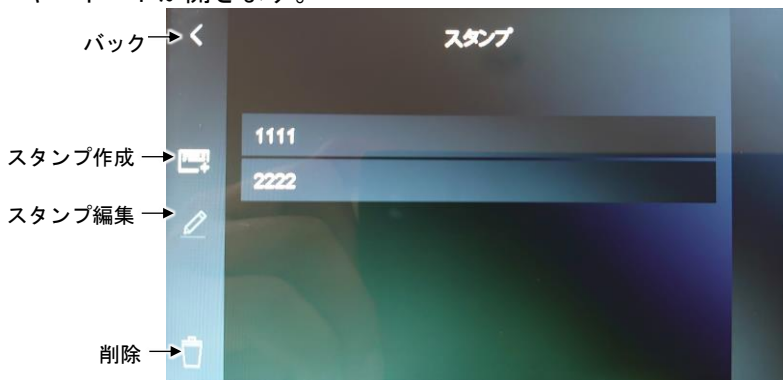

図 30
1. スタンプ編集アイコンを押してスタンプ作成アイコン（図 30）を押すとキーボードが開きます。